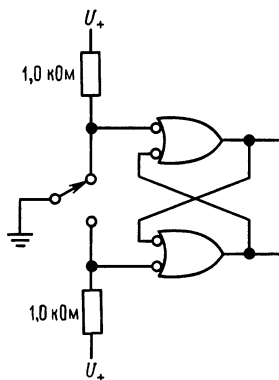

Рис. 9.8. Схема защиты от дребезга (RS-триггер).
1. Соберите из двух вентилей асинхронный RS-триггер, не забыв, разумеется, о резисторах подвески к шине питания (рис. 9.8). Можно использовать готовый триггер с входами СБРОС и УСТАНОВКА (например, '74), заземлив вход синхронизации.